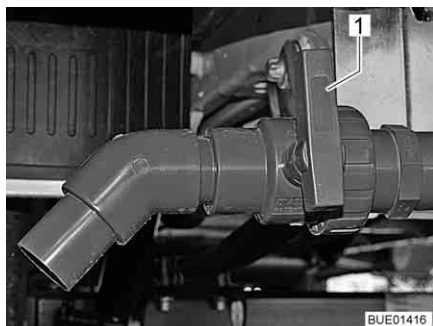

Fig. 206 Robinet de vidange (extérieur)
- Tourner la poignée (Fig. 206,1) du robinet de vidange dans le sens de l'écoulement. Les eaux usées s'écoulent ainsi par un robinet à bille.